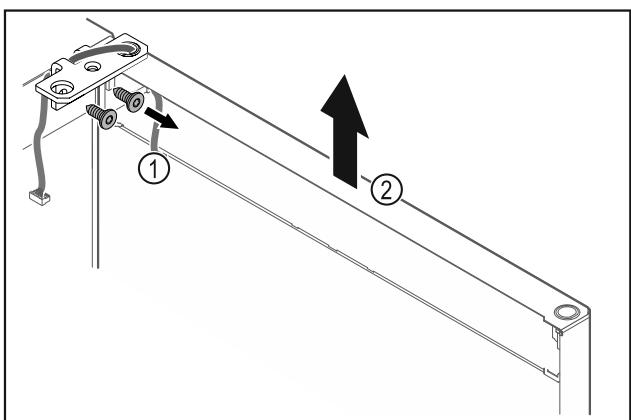

Fig. 25
- Odvijte kotnik tečaja vrat Fig. 25 (1).
- Vrata s kotnikom tečaja Fig. 25 (2) dvignite za približno 200 mm navzgor in jih snemite.